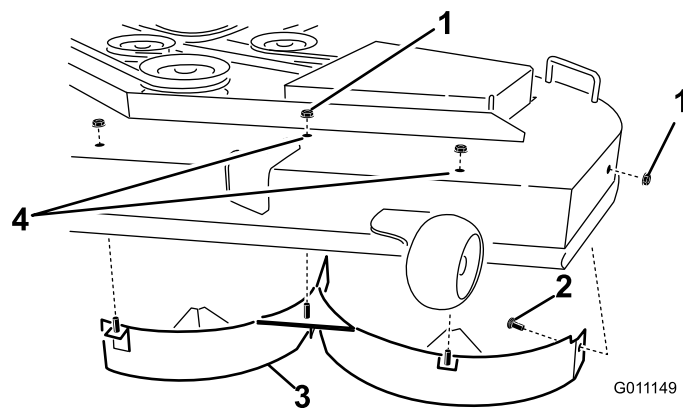

Figura 36
6. Remova as três porcas de bloqueio (5/16 polegada) presas aos postes soldados do abafador esquerdo na parte superior da plataforma do cortador nas posições central e esquerda (Figura 36). Remova o parafuso de carroçaria e porca de bloqueio na parede lateral da plataforma do cortador que prende o abafador esquerdo à plataforma.
7. Remova o abafador esquerdo da plataforma de corte como se mostra em Figura 36.
8. Localize os dois parafusos nas peças soltas e utilize as porcas de bloqueio existentes. Instale os dispositivos de fixação nos orifícios mostrados em Figura 36 no cortador para evitar que os detritos saiam. Instale o parafuso, através do lado inferior da plataforma e utilize uma porca existente para prender a partir do lado superior.